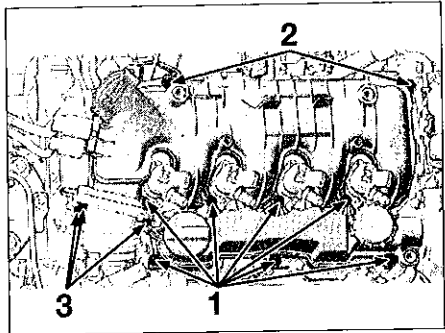

FIG. 37
- les fixations (1) du couvre culasse (Fig.37).
- les fixations (2) du collecteur d'admission.
- les fixations (3) du boîtier d'absorption de résonance du turbocompresseur.